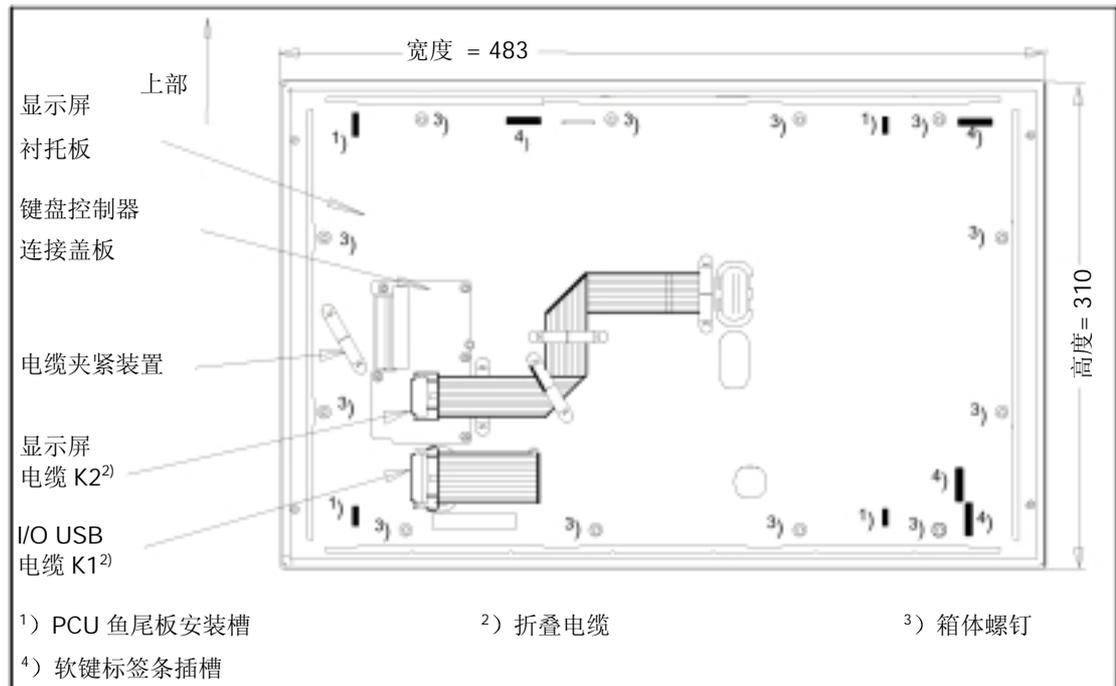

图 8-4 OP012 背面
- 接口 X11，正常情况下位于盖板之下（图 8-4）：16 个直接控制键“垂直软键”的信号。
2. 把 PCU50 中已经装好的安装板的鱼尾板垂直地插到 OP012 的安装插槽中（图 8-4）。
4. 从操作面板的后面沿着槽口插入标签（参见图 8-4）。
1. 把 OP012 放置在一个水平的台面上，正面朝下，松开 12 个箱体螺钉（参见图 8-4）。
2. 取下软键插槽标签和盖板（参见图 8-4）。